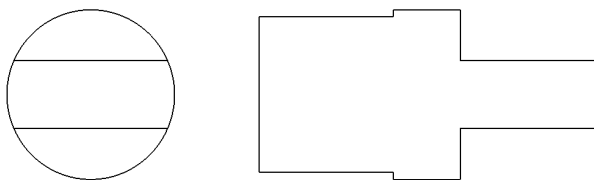

图 11-35 打开工程图文件
(1) 单击常用工具栏中的【打开】按钮, 打开一幅工程图文件, 如图 11-35 所示。